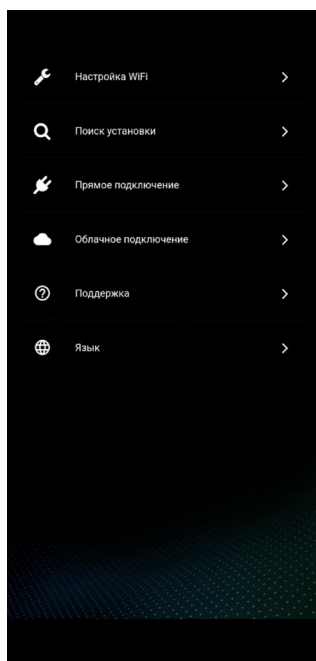

Рис. 3
- 5) Зайдите в приложениях в меню «Настройки Wi-Fi» (Рисунок 3)